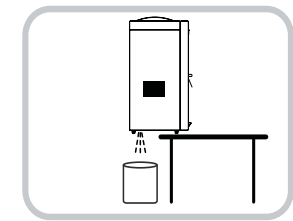

Fig. 5
10. Mueva la unidad hacia el borde de la mesa o del mostrador hasta que el tapón de drenaje esté expuesto. Asegúrese de tener un depósito de agua o una cubeta debajo. (Fig. 5)